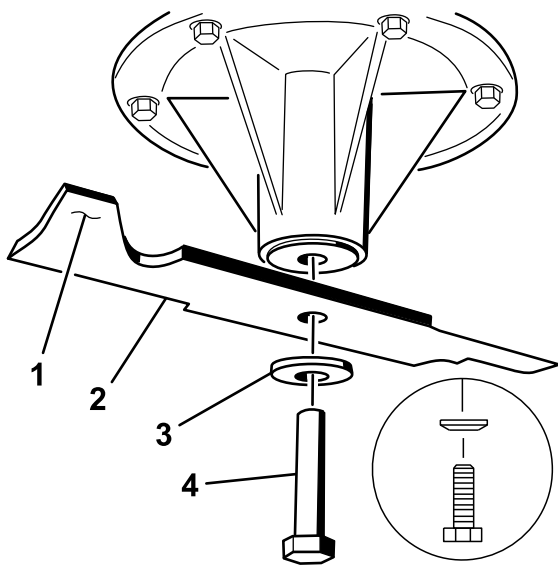

Figure 78
1. Placez la lame sur l'axe (Figure 78).
2. Mettez en place la rondelle élastique et le boulon de la lame (Figure 78).
Remarque: Le cône de la rondelle élastique doit être dirigé vers la tête du boulon (Figure 78).